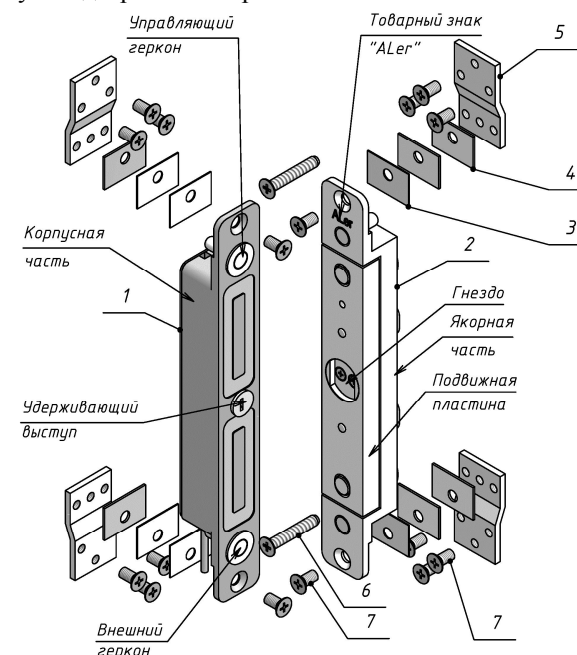

Рисунок 1- Комплект поставки замка AL-400SM
5.1 Замок состоит из корпусной и якорной частей. Корпусная часть монтируется в дверной коробке, якорная часть - в двери. При подаче питания и закрытии двери подвижная пластина якорной части притягивается к рабочей поверхности корпусной части, при этом удерживающий выступ на корпусной части входит в соответствующее гнездо пластины якоря и блокирует дверь (рисунок 1). При снятии напряжения питания замок разблокируется, что приводит к отпиранию двери.